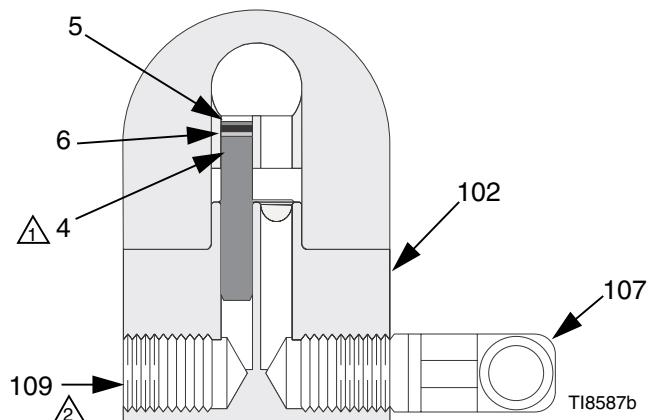

图 1：非循环设置（剖视图）
喷枪配有一个内部流体插塞 (4)。见 图 1。为了在循环系统中使用喷枪，要卸下内部插塞。在非循环系统中，保留此插塞以便最大程度地减少冲洗时间。
1. 用防卡润滑剂 222955 涂抹以散件提供的歧管 (102)、插塞 (109) 和弯头 (107) 的螺纹和接合面。
2. 在歧管 (102) 的一个流体口装上弯头 (107)，在另一个口装上插塞 (109)。
3. 在与歧管插塞同侧的喷枪流体口安装一个内部插塞 (4)。
4. 将供料管路连接到歧管弯头 (107)。见 图 1。
5. 用四个螺钉 (14) 将喷枪装在歧管上。开始拧所有四个螺钉。先拧紧前面两个螺钉，然后用 65 磅英寸 (7.3 N•m) 的扭力拧紧后面两个螺钉。